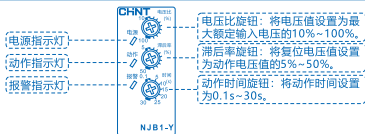
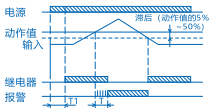
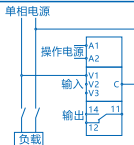

图2 面板示意图
图3 过电压动作时序图 (常闭)
图6 接线图
5.1 产品面板示意图：见图2；产品各种工作的时序图：见图3～图4；产品选择开关示意图：见图5；产品工作模式的设定：见表4；产品接线图：见图6。